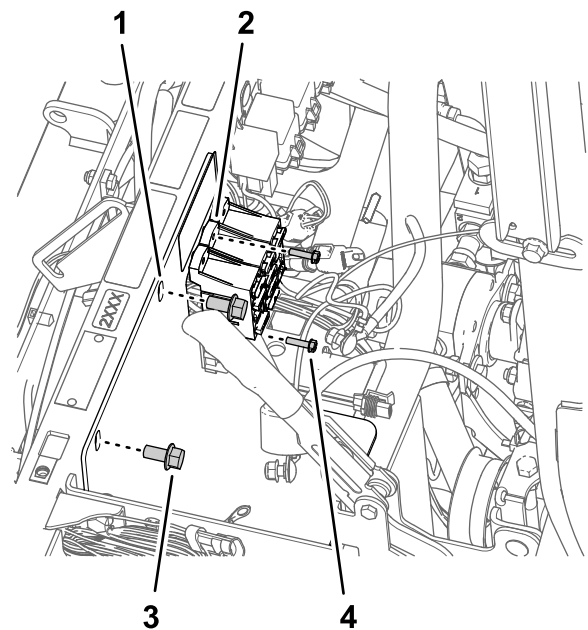

Figure 170
3. Retirez les boulons (10-24 x 3/4") et les écrous (10-24") qui fixent les porte-fusibles au support de batterie (Figure 170).
4. Retirez les 2 boulons à embase (3/8 x 3/4") qui fixent le support de batterie au tube de support amortisseur de la machine (Figure 170).